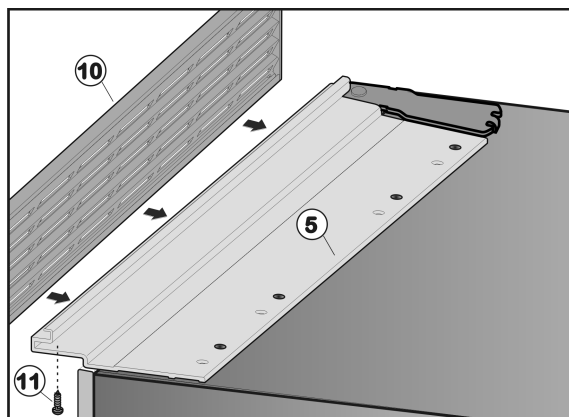

Fig. 33
- Coloque la rejilla de aire Fig. 33 (10) sobre el perfil de montaje Fig. 33 (5) y alinéela de tal forma que los agujeros de la rejilla de aire y del perfil de montaje se encuentren superpuestos.
- Atornille la rejilla de aire Fig. 33 (10) desde abajo con los tres tornillos Fig. 33 (11) en el perfil de montaje Fig. 33 (5).